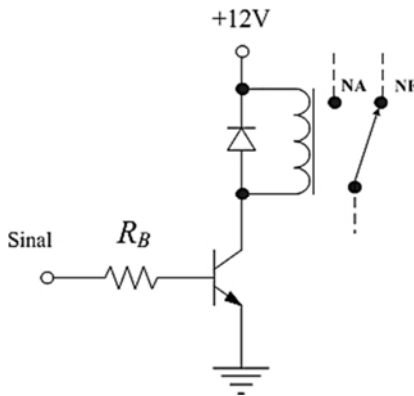

Fig. D.6 – Chave transistorizada para acionamento de um relé.
D.1 - Deseja-se acionar o relé do circuito da fig. D.6⁵ com um sinal de 5 V. O relé deve operar com uma corrente de 150 mA. Será empregado o transistor NPN BC548 que têm um ganho mínimo de 110. Determinar R_B .